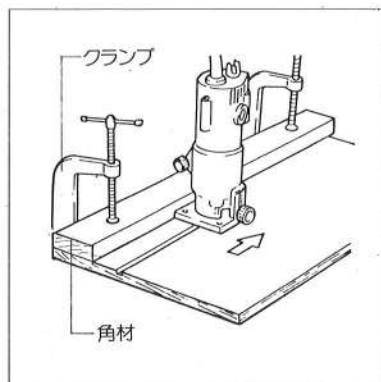

図15
- 溝を切る位置が材料の端から遠く離れている場合は、まっすぐな角材をガイド面にクランプで固定して、ベースを角材に沿わせて加工してください。(図15参照)